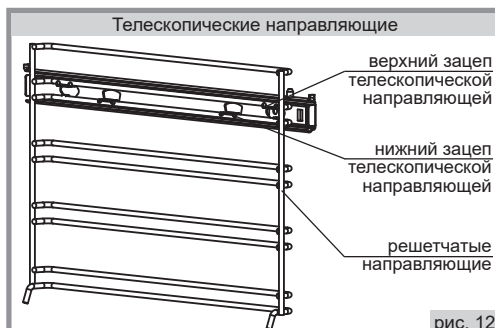

рис. 12
17.5.2. Для снятия телескопических направляющих нужно (рис. 12):